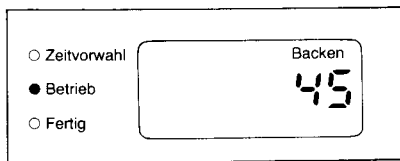

Abb. 4
- 2) Es erscheint die LCD-Anzeige und die Betrieb-LED (rot) leuchtet auf. Siehe Abb. 4